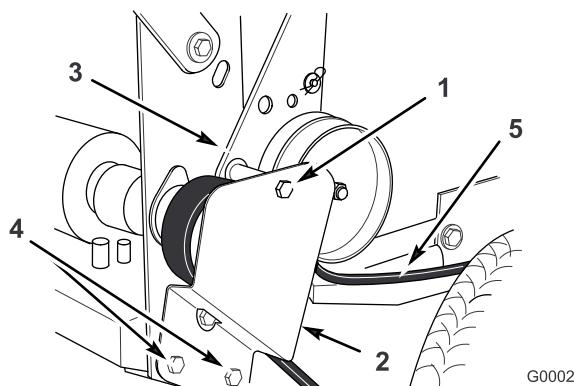

Figure 40
2. Desserrez suffisamment les deux vis de fixation inférieures pour permettre à la courroie de passer entre la poulie d'entraînement et le support de la poulie de tension (Figure 40).
- Montez la vis de fixation supérieure du support et de la patte de la poulie de tension au bâti arrière (Figure 40).
- Serrez suffisamment les deux vis de fixation inférieures pour permettre à la courroie de passer entre la poulie d'entraînement et le support de la poulie de tension (Figure 40).